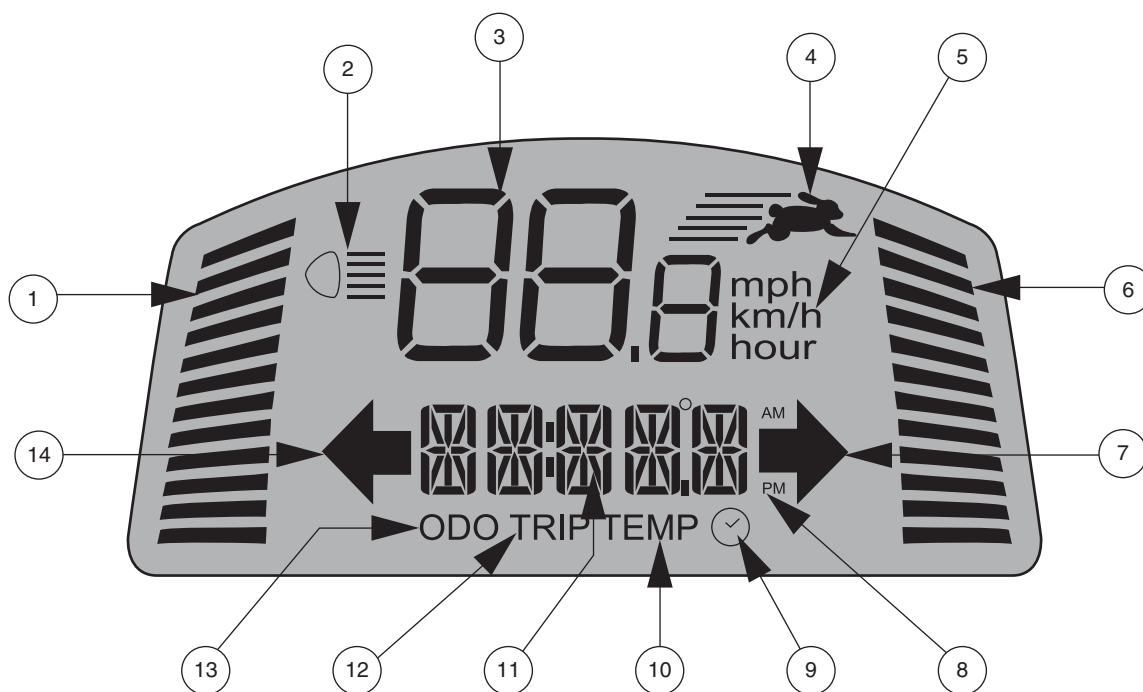

Figura 2. Schermo LCD
- Premere una volta il pulsante **High-Low** per impostare la velocità sulla regolazione alta. L'indicatore High-Low viene visualizzato sullo schermo LCD. **Vedere figura 2.** L'uso di questa impostazione insieme ai pulsanti di regolazione della velocità consente al PMV di raggiungere la velocità massima pre-programmata.
Questi pulsanti consentono di pre-selezionare e limitare la velocità del PMV. Questa è indicata nell'apposito indicatore di velocità massima sullo schermo LCD. **Vedere figura 2.**
NOTA: Maggiore è il numero delle barre illuminate all'interno dell'indicatore di velocità massima, maggiore sarà la velocità massima pre-selezionata. Vedere figura 2.
Il pannello di controllo LCD offre comode informazioni intuitive tramite lo schermo LCD. Vedere figura 2. Lo schermo LCD si utilizza anche per l'attivazione delle diverse impostazioni del pannello di controllo. Vedere grafico 1.